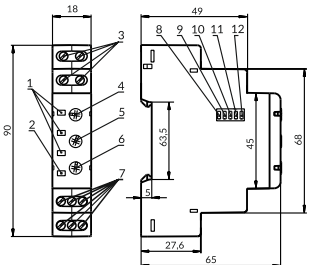

Рисунок 1
- 1) Перемикачі спрацьовування захисту (поз. 8 – 11 рис. 1) увімкніть необхідні захисти.
- 2) Перемикачем номінальної напруги 400 В / 415 В (поз. 12 рис. 1) встановіть тип мережі, що використовується.
- 4) Регулятором U_{ном}±% (поз.4 рис. 1) встановіть необхідний поріг спрацьовування за максимальною та мінімальною напругою у відсотках від номінальної напруги живлення мережі.